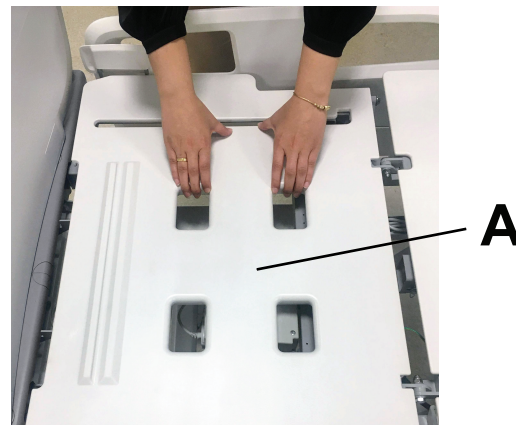

Figura 7 – Rimozione della copertura dei poggiagambe inferiori
1. Rimuovere la copertura dei poggiagambe inferiori (A) (Figura 7).